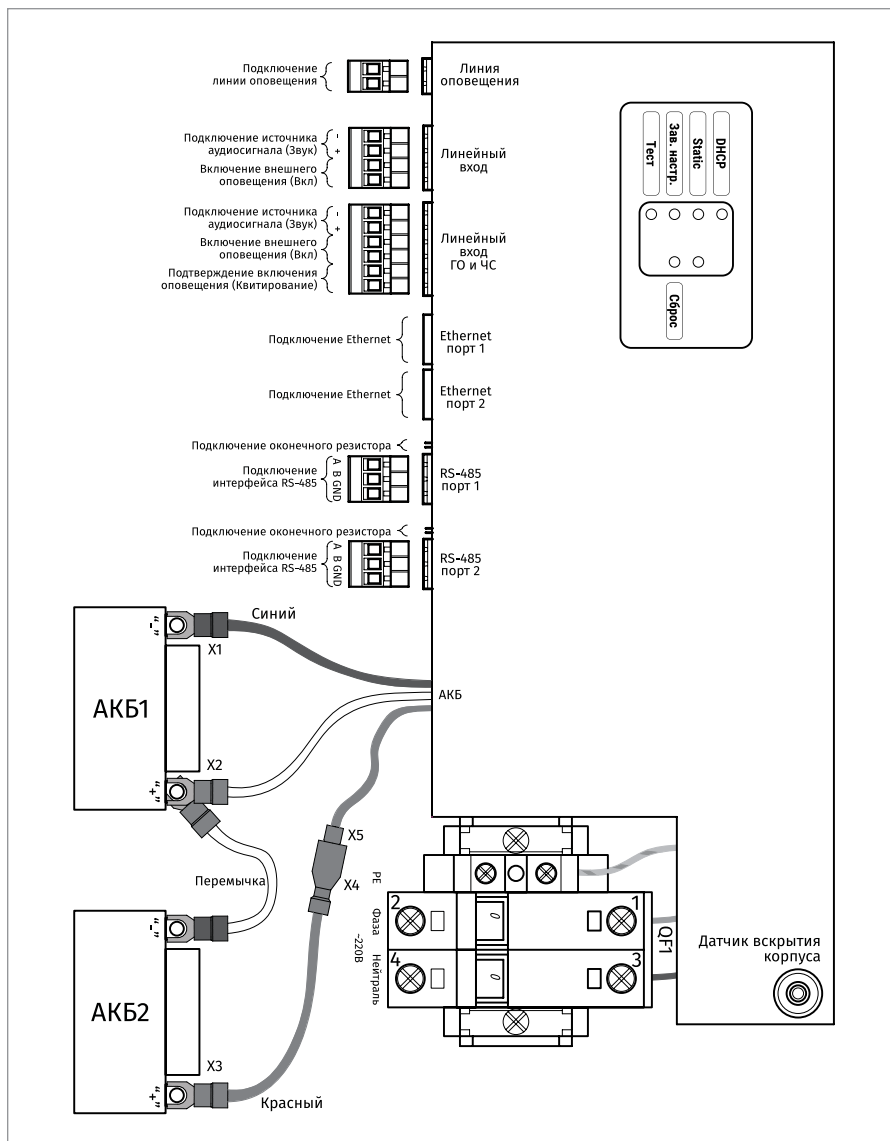

Рисунок 7. Схема внешних соединений модуля Рупор-300
2. Схема внешних соединений приведена на Рисунок 7.